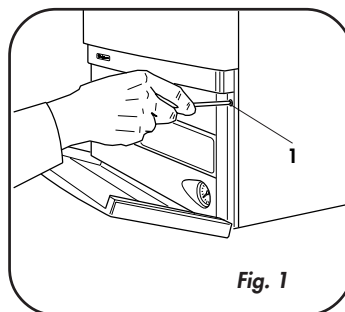

Fig. 1
- Svitare le due viti 1 di fissaggio del pannello comandi della caldaia (fig.1).